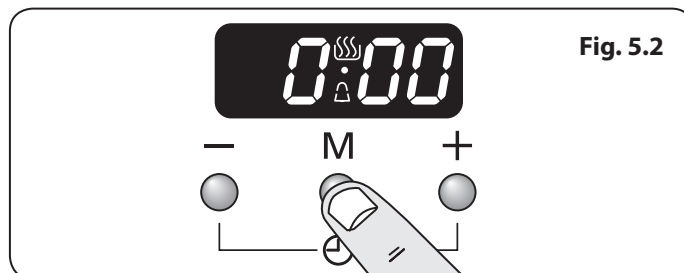
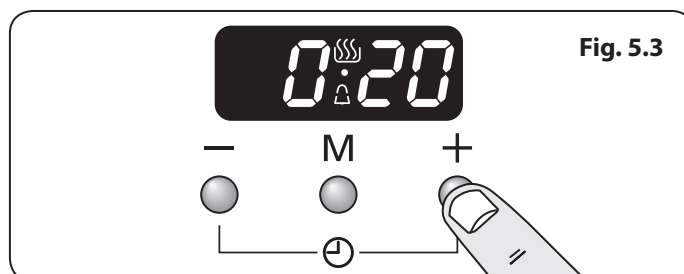

Fig. 5.2
Fig. 5.3
1. Appuyer sur le bouton mode [M] une fois (Fig. 5.2). Le symbole de la cloche [🔔] clignotera sur l'écran. Sélectionner le compte à rebours souhaité entre 00.01 h et 23.59 h à l'aide du bouton [+] (Fig. 5.3). Le compte à rebours débutera automatiquement et le symbole [🔔] s'affichera à l'écran.